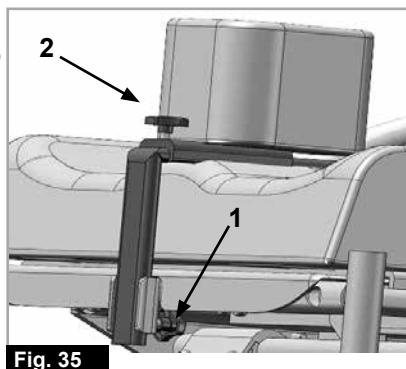

Fig. 35
Desapertando o parafuso (1), o rebordo de abdução pode ser ajustado em altura e desapertando os parafusos (2), o rebordo pode ser ajustado em profundidade ou removido, (Fig. 35).